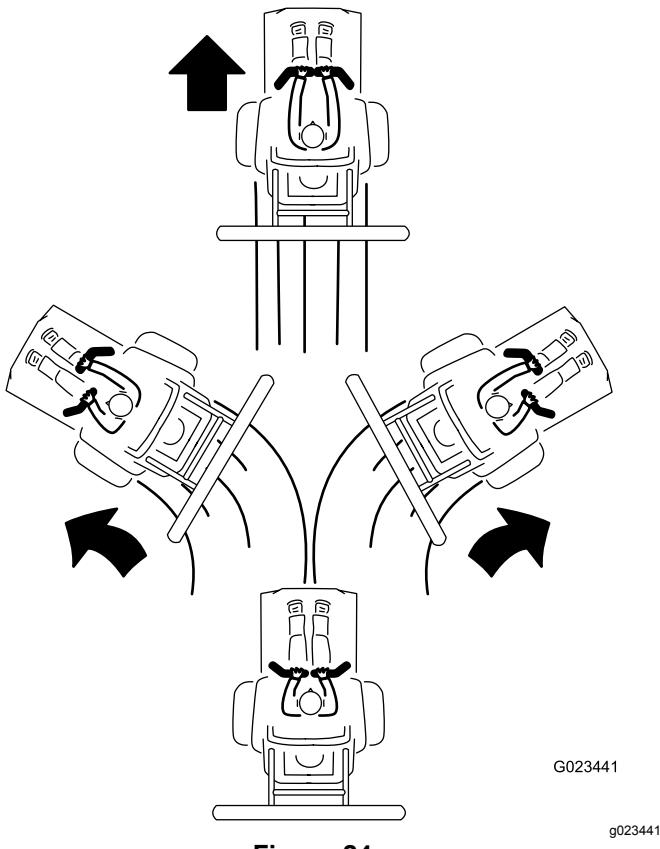

Figura 24
3. Per procedere in marcia avanti, spingete lentamente le stegole di comando in avanti (Figura 24).